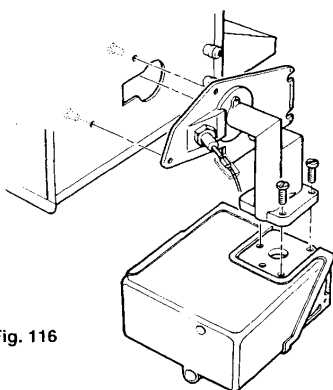

Fig. 116
**10.13 Gas Manifold (Fig. 116)**